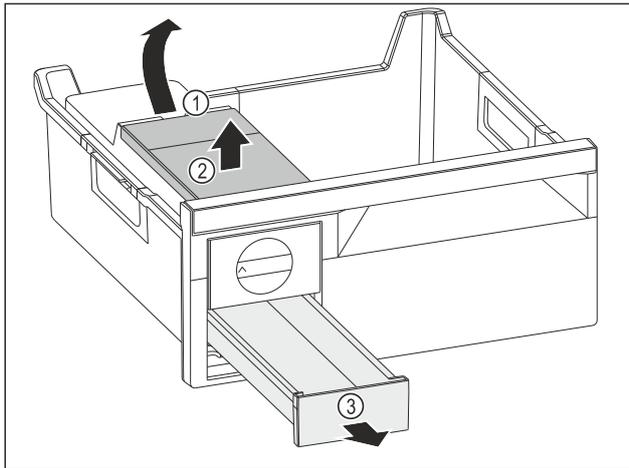

Fig. 157
- ▶ Wassertank entnehmen: Wassertank an der Aussparung Fig. 157 (1) anheben.
- ▶ Wassertank Fig. 157 (2) nach oben entnehmen.
- ▶ Eiswürfelschubfach Fig. 157 (3) nach vorne entnehmen.